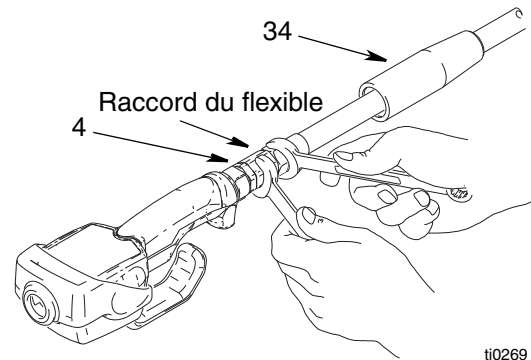

FIG. 6
2. Glissez le couvercle pivotant (34) sur le flexible, l'extrémité petite avant, avant de brancher le raccord du flexible au pivotant (4) (FIG. 6).
3. Enduire le filetage mâle du protecteur de flexible, de mastic à filetage. Visser le raccord du flexible sur le raccord tournant (4) et serrer fortement FIG. 6.